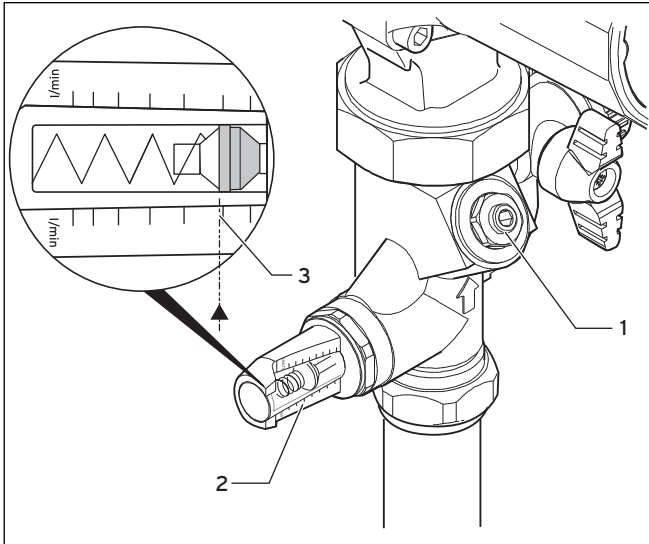

Bild 5.1 Inställning av genomflöde i solarstationen
Avläsningspunkten för flottören visas med den streckade linjen (→ **Bild 5.1**, pos. 3).
- Fininställning av volymflödet utförs med justerventilen till genomflödesmängdbegränsaren (→ **Bild 5.1**, pos. 1).
Det inställda värdet kan läsas av på indikeringen (→ **Bild 5.1**, pos. 2) för genomflödesmängdbegränsaren. Genomflödesmängdbegränsarens skala är indelad i l/min. Vrid på skalan så blir det lättare att läsa av värdet.